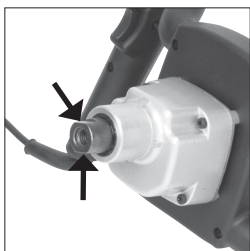

Fig. 2
Remarque : L'arbre de la machine (**Fig. 2**) dépasse de l'unité du moteur du mélangeur et comporte deux (2) méplats usinés pour recevoir la clé fournie.